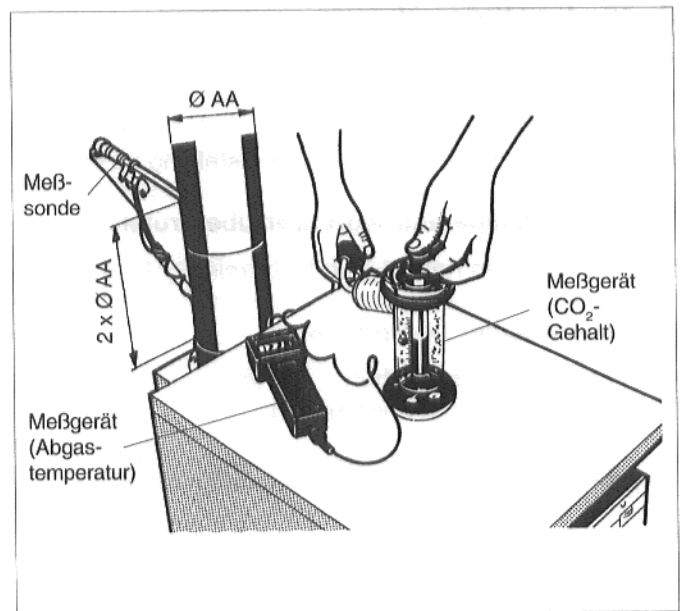

Abb. 13: Meßstelle im Abgasrohr
- Bringen Sie im Abgasrohr, ca. 2 x Ø AA nach der Strömungssicherung an der dem Kessel abgewandten Seite, eine Bohrung an (Abb. 13).